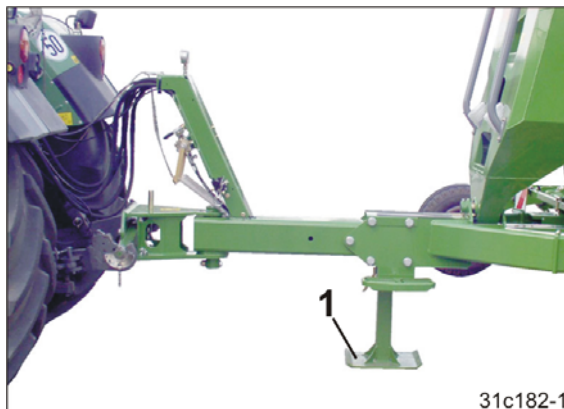

Рис. 261
Перед тем как приступить к работе на агрегате, установите прицепленный к трактору агрегат на опору (Рис. 261/1) во избежание самопроизвольного опускания нижних тяг трактора.
1. Установите прицепленный к трактору агрегат на опору (Рис. 261/1).